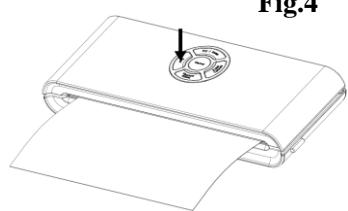

Fig.4
5. Apăsați butonul de etanșare pentru a începe etanșarea pungii – **Fig. 4**